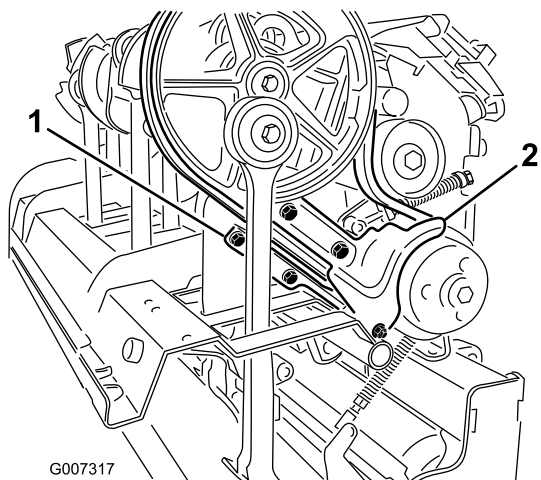

Figure 37
3. Retirez les fixations qui maintiennent le pare-boue et la protection inférieure de la courroie (Figure 37). Déposez le pare-boue et la protection inférieure de la courroie.